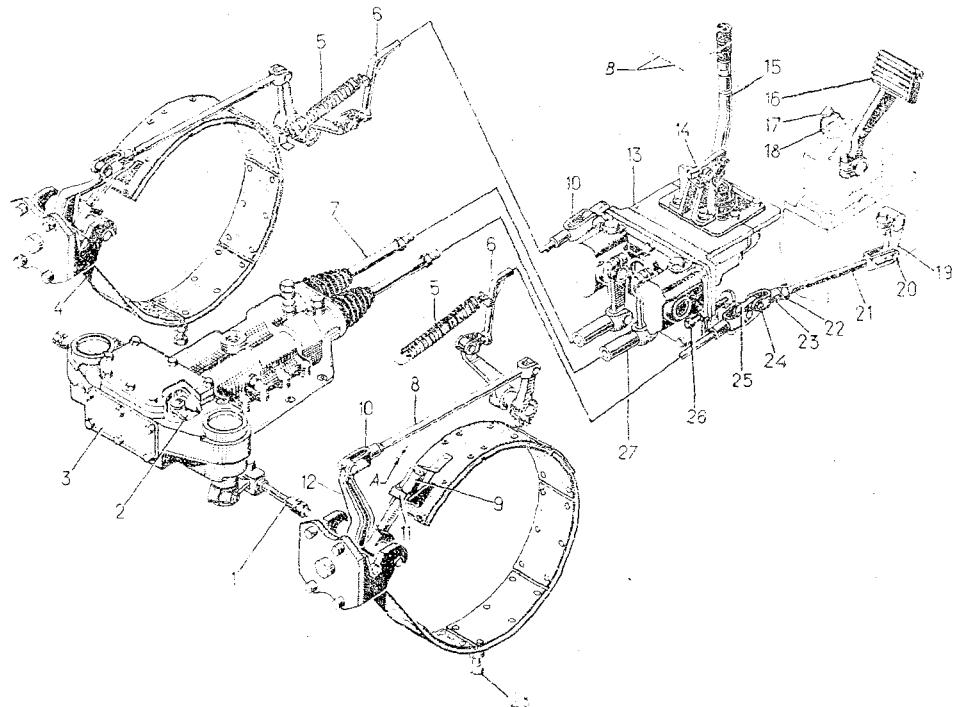

Рис. 36. Регулирование механизма управления поворотом и тормозов:
**Регулирование механизма управления поворотом.** Механизм управления поворотом регулируют с целью исключения пробуксовки бортовых фрикционов при их неполном включении, а также при увеличенном усилии на рычаге управления 15 (рис. 36).
- отрегулировать зазор между лентой и наружным барабаном вращением регулировочной гайки 9 (рис. 36). При нормальном отрегулированном зазоре тормозные ленты не должны касаться барабанов, ход рычага 15 при затяжке тормозной ленты, замеренный по концу рукоятки, должен составлять 250—290 мм. Ход рычага проверять из крайнего переднего положения при работающем дизеле и включенном соответствующем бортовом фрикционе.
**Регулирование положения педали тормоза.** При выключенных тормозах педаль должна быть расположена под углом ( $60 \pm 5$ )° к полу кабины. При необходимости в регулировании следует снять коврик кабины, накладку гидрораспределителя и правую переднюю панель. Расшплинтовать палец 24 (рис. 36) и отсоединить тягу 21. Ослабить контргайку 18 и вращением упора установить требуемое положение педали. Ослабить контргайку 22 и, вращая вилку 23, добиться положения, при котором между пальцем 20 и проушиной не будет зазора. Затянуть контргайку и вставить шплинт в палец.